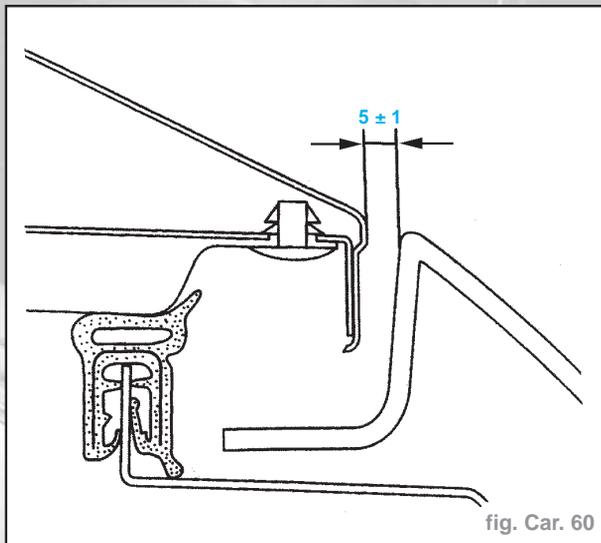

fig. Car. 60
- Mettre en place le rétroviseur ainsi que le barreau de calandre pour contrôler le positionnement de l'aile et vérifier le jeu de **5 mm** entre le capot et l'aile, en plaçant une cale (fig. Car. 60).